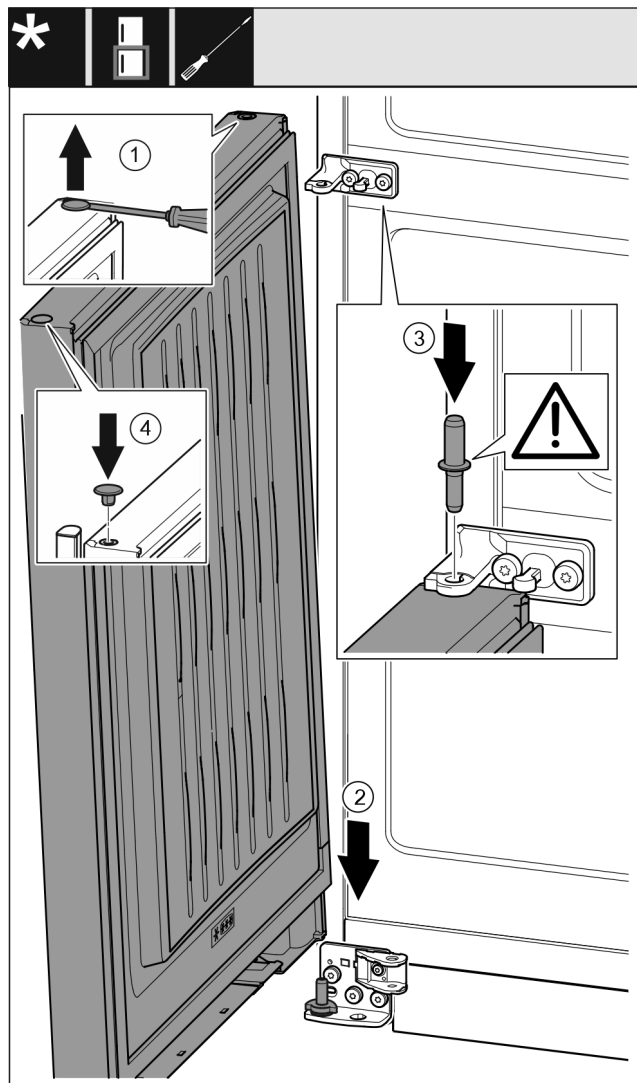

Fig. 41
- ▶ Zatyczkę ostrożnie podważyć przy pomocy śrubokręta i wyjąć. Fig. 41 (1)
- ▶ Założyć drzwi od góry na dolny sworzeń zawiasu. Fig. 41 (2)
- ▶ Przetoczyć środkowy sworzeń zawiasu przez środkową płytkę zawiasu, wkładając go w dolne drzwi. Przy tym zwrócić uwagę, by krzywka zatrzaskowa wskazywała do tyłu. Fig. 41 (3)
- ▶ Zatyczkę założyć ponownie z drugiej strony drzwi. Fig. 41 (4)